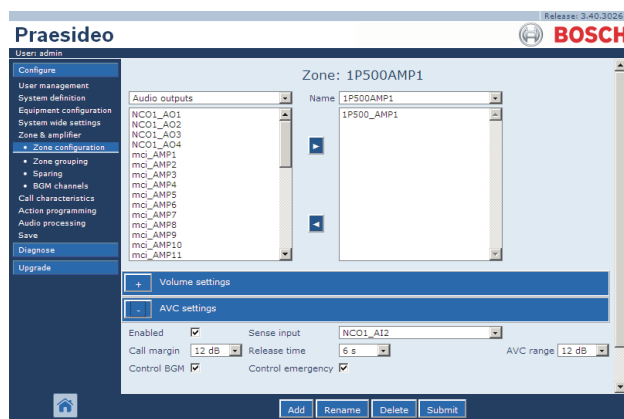

figure 50.1 : Paramètres AVC
Les connexions entre le système et les microphones capteurs peuvent être contrôlées (voir section 44.3.3). Lorsque le microphone capteur d'une zone est défaillant, tous les appels de la zone sont diffusés au volume maximum pour respecter les normes d'évacuation. Lorsque le microphone capteur d'une zone est défaillant, l'atténuation de la musique de fond est définie selon l'intervalle AVC (voir figure 50.1). Pour éviter les défaillances de contrôle inopinées assurez-vous que :
- Allez à la catégorie *AVC settings* de la page *Zone Configuration*. Un écran semblable à celui de la figure 50.1 s'affiche dans le cadre principal de l'interface Web.